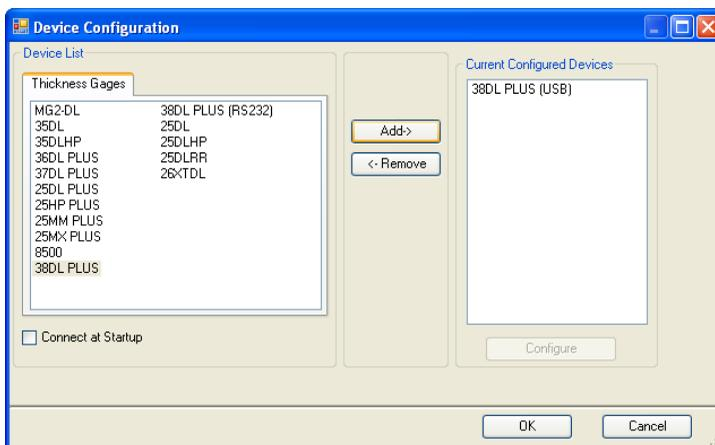

Рис. 14-7 Окно Device Configuration (Конфигурация устройства)
- b) В окне **Device Configuration** (см. Рис. 14-7 на стр. 283):
- (1) В списке **Device List** (Список устройств) выберите 38DL PLUS и щелкните **Add** (Добавить).